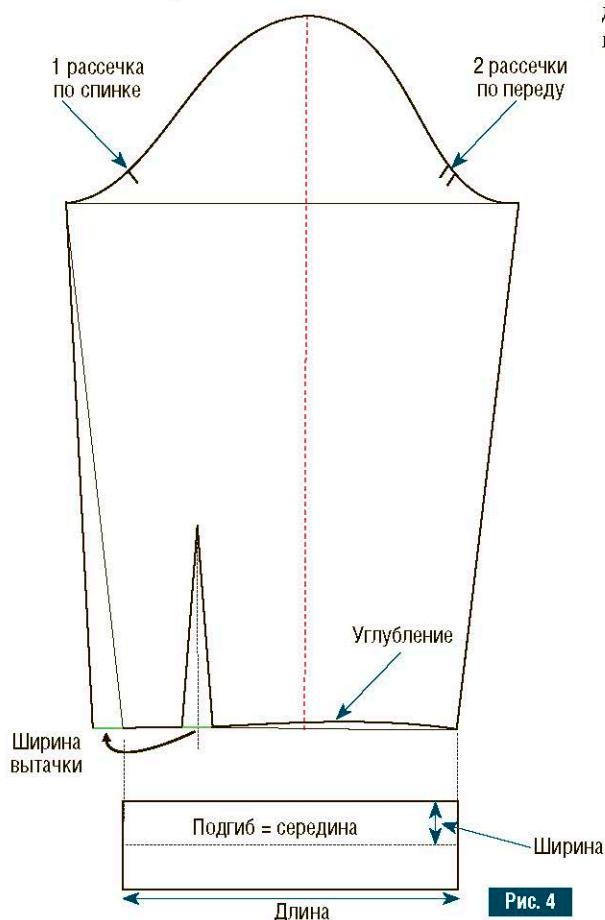
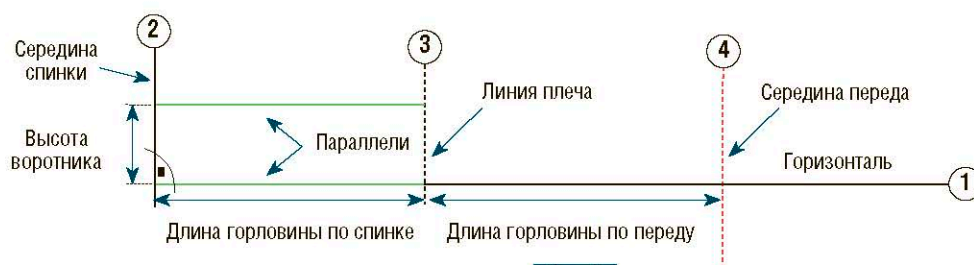

Рис. 4
Рис. 5
На оси вертикальной вытачки (см. рис. 5 на с. 84) отметьте ее значение, затем расширьте ширину верхней части рукава на величину раствора этой вытачки (на рис. 4 расширение обозначено линией зеленого цвета). Это позволит не уменьшать ширину низа рукава.
① Начертите горизонталь, длина которой равна половине обхвата горловины, замеренного на выкройке с уже сделанными корректировками в виде нужных расширений.
② От одного конца этой горизонтали проведите вертикаль длиной примерно 7 см. На этой линии (середины спинки) отметьте желаемую высоту воротника. В большинстве случаев она варьируется в пределах 5–7 см (высота между двумя параллельными зелеными линиями на рис. 5).
③ От вертикальной линии спинки проведите горизонталь, обозначающую длину горловины спинки, прибавив к ней 0,5 см, после чего проведите вторую вертикаль, которая соответствует линии плеча (отмечена черной пунктирной линией).
④ От линии плеча отложите на горизонтали длину горловины переда с добавлением 0,5 см, после чего проведите линию середины переда (отмечена красной пунктирной линией).
⑤ На линии середины переда (на рис. 5 отмечена красной линией) обозначьте точку, расположив ее на расстоянии 4–5 см от горизонтали. Именно эта метка определяет положение воротника относительно шеи. Если она будет меньше (например, на расстоянии 2–3 см), воротник будет отставать от шеи, а если, наоборот, больше (на расстоянии 5–6 см от горизонтальной линии), он будет сильно прилегать к шее и, возможно, даже сдавливать ее. Настоятельно не рекомендуется применять мерку более 7 см, потому что построенный таким образом воротник окажется не соответствующим телосложению, а значит, будет вызывать дискомфорт.
⑥ Проведите прямую, соединив точку пересечения горизонтали и линии плеча с точкой, отмеченной на середине переда на этапе 5 (нижняя фиолетовая линия). Затем проведите параллель к этой линии от точки пересечения зеленой линии верха воротника и линии плеча (верхняя фиолетовая линия).
⑦ В точке пересечения передней части низа воротника (нижняя фиолетовая линия) и середины переда проведите перпендикуляр к фиолетовой линии (отмечен линией оранжевого цвета).